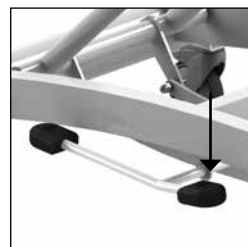

Figure 6 Descendre.
- Pour abaisser le brancard, enfoncez du pied le petit bras du pédalier (Cf. figure 6).